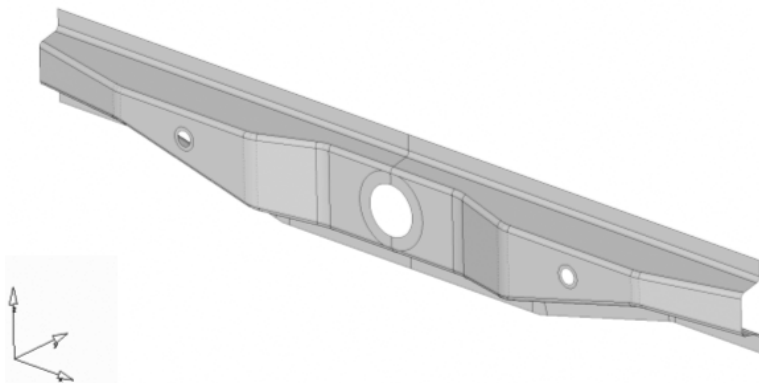

图 6-61 显示 Rear_Truss_1
- (1) 在 Model Browser 中设置单独显示 Rear_Truss_1，如图 6-61 所示。
- (2) 通过主菜单选择 File > Import > Model。
- (3) 选择 Import HM model；在 File selection 中单击“打开”()按钮，导入文件 rear_truss_1_new.hm。
- (4) 单击 Import 按钮。
(5) 新导入的 component rear_truss_1_new 在 rear_truss_1 上面。